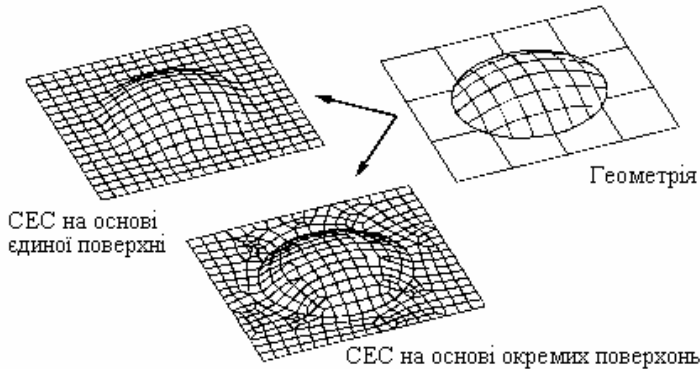

Рис.2.12. До застосування поверхонь з Multi-surface boundaries
- *конструкційна*. Створюються та редагуються групою команд з **Geometry→Boundary Surface ►**. У FEMAP враховано те, що доволі часто поверхнева СЕС створюється (автоматично) більш вдалою (див. рис.2.12), якщо декілька геометричних поверхонь об’єднати у єдину. Це тому, що створення поверхневої СЕС проводиться від контуру поверхні. Є поняття „**Multi-surface boundaries**” („граничний контур декількох поверхонь”, коли внутрішні контури – відкинуті) та „**Underlying Surfaces**” („підкладені поверхні” – ті, на основі яких будується поверхня з **Multi-surface boundaries**). Командою **From Curves...** поверхня створюється